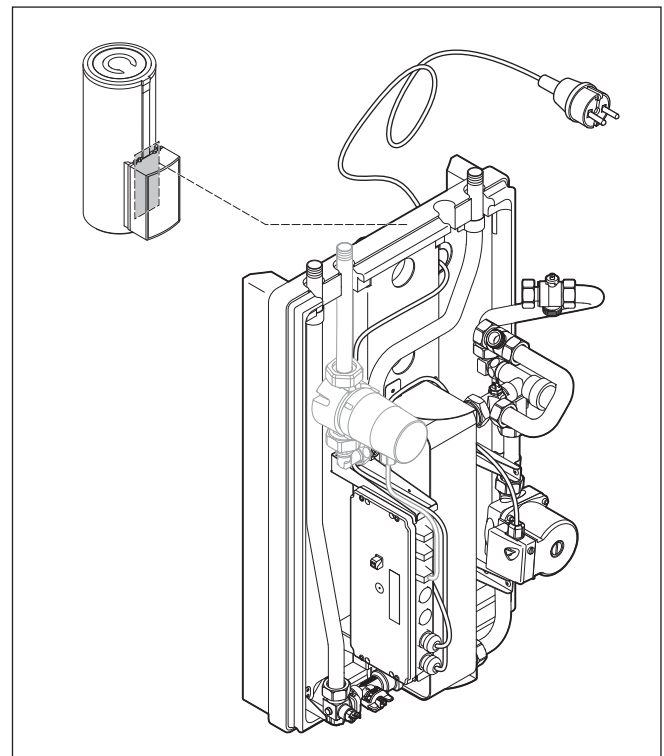

Fig. 4.2 Posa dei cavi nella stazione di acqua dolce
- Inserire il cavo di connessione eBUS attraverso il passacavi (→ **Fig. 4.2**) della stazione di acqua dolce e raggiungere la scatola di comando della stessa.